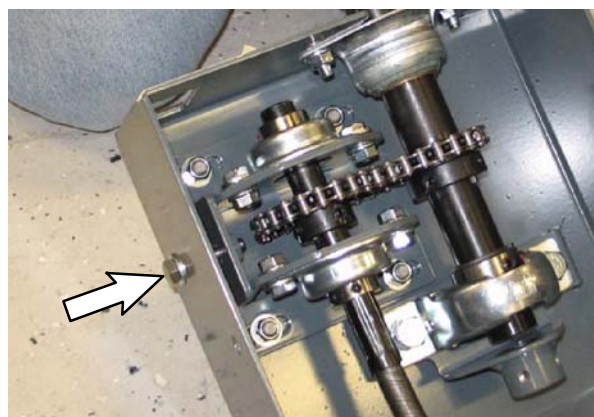

FIG. 25
21. **Máquinas con nuevo diseño:** afloje el tornillo tensor de la dirección. (Fig. 25)